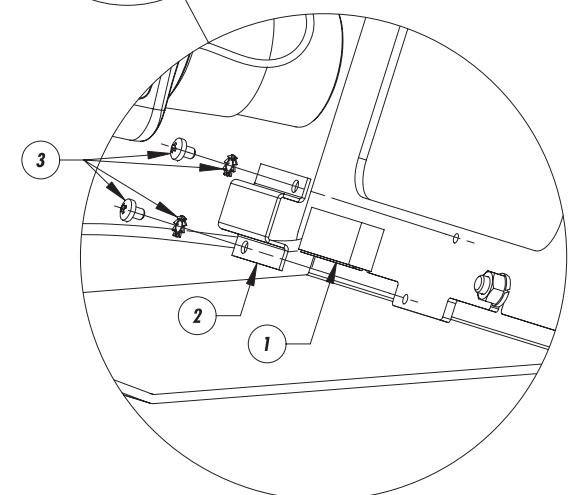
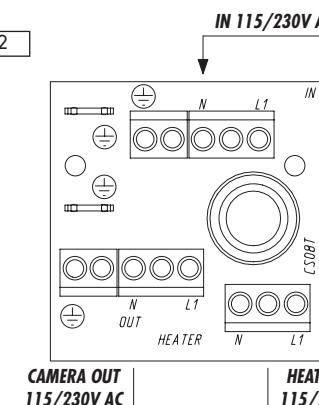

Fig. 2
Fig. 3
- Effettuare le connessioni elettriche della resistenza sul morsetto HEATER del circuito di appoggio (Fig. 2 per versione 115/230V AC, Fig. 3 per versione 12V DC/24V AC).
- Effectuer les connexions électriques de la résistance sur la borne HEATER du circuit d'appui (Fig. 2 pour la version 115/230V AC, Fig. 3 pour la version 12V DC/24V AC).
- Make the electric connections of the resistance to the terminal HEATER on the support circuit (Fig. 2 for version 115/230V AC, Fig. 3 for version 12V DC/24V AC).
- Die Elektrische Verbindungen des Widerstandes auf der HEATER Klemme des Kreislaufs ausführen (Fig. 2 für 115/230V AC-Version, Fig. 3 für 12V DC/24V AC-Version).